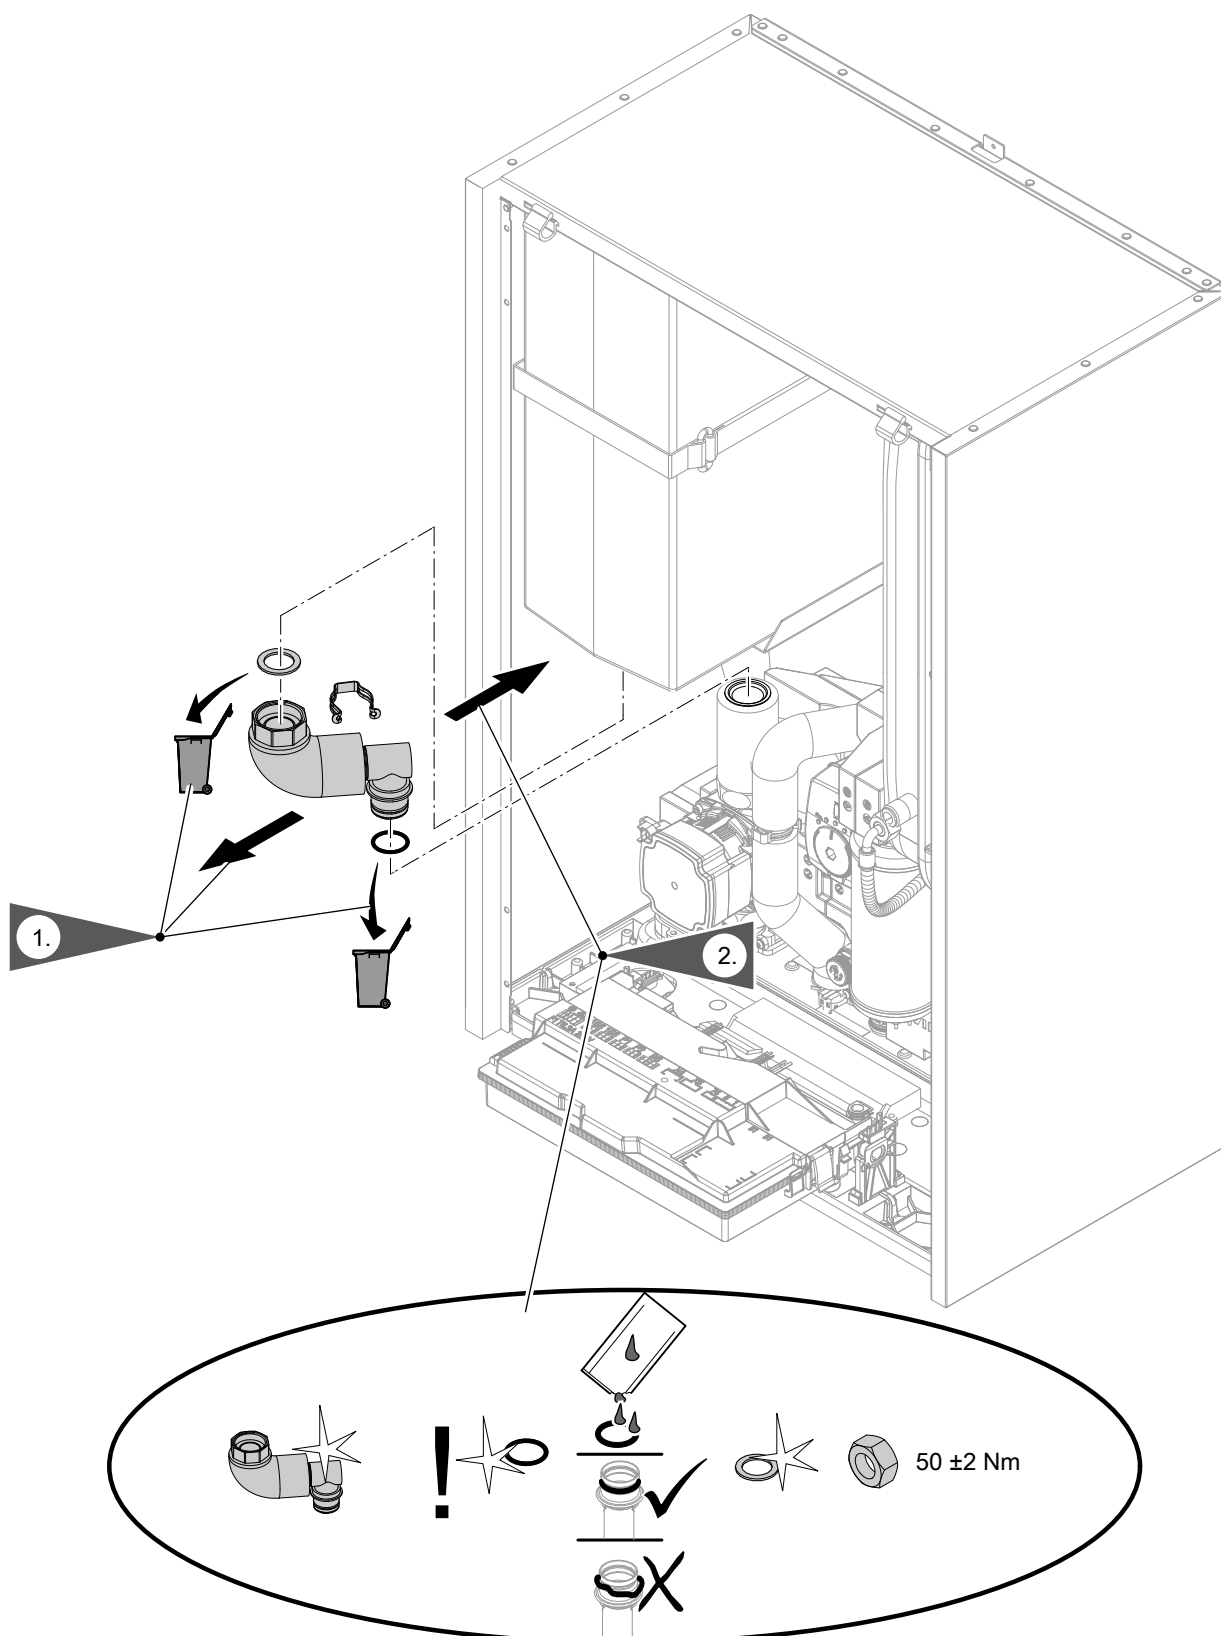
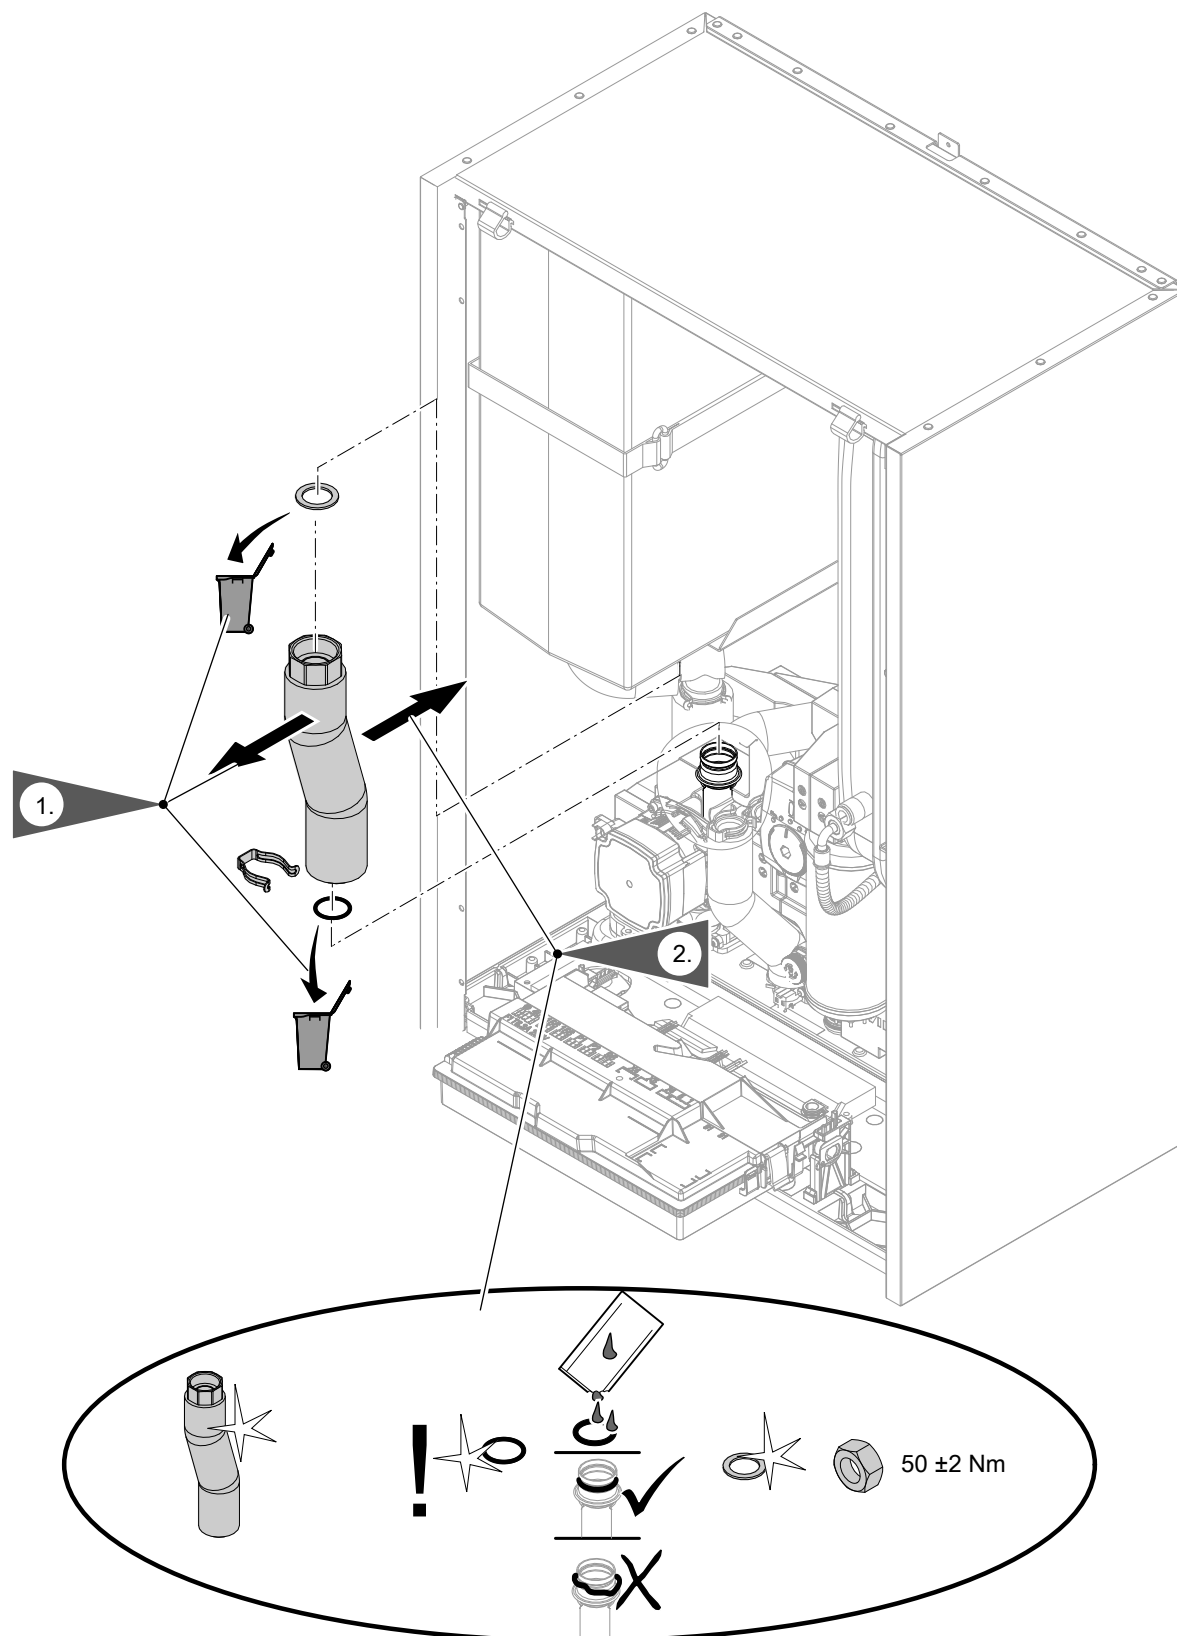

Fig. 88
Fig. 89
- Hydraulic lines: See Fig. 88 to Fig. 89.